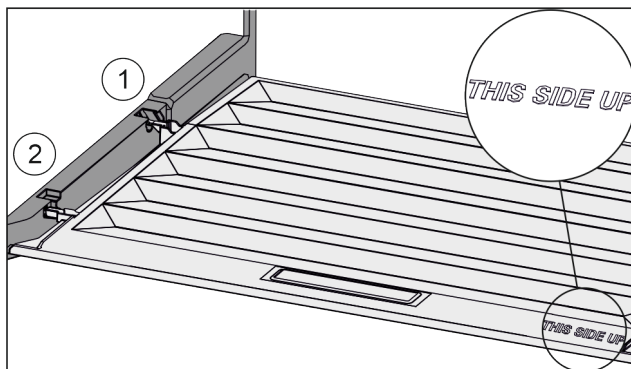

Fig. 45
- ▶ Вставить поперечные ребра крышки через отверстие заднего держателя Fig. 45 (1) и защелкнуть спереди в держателе Fig. 45 (2).